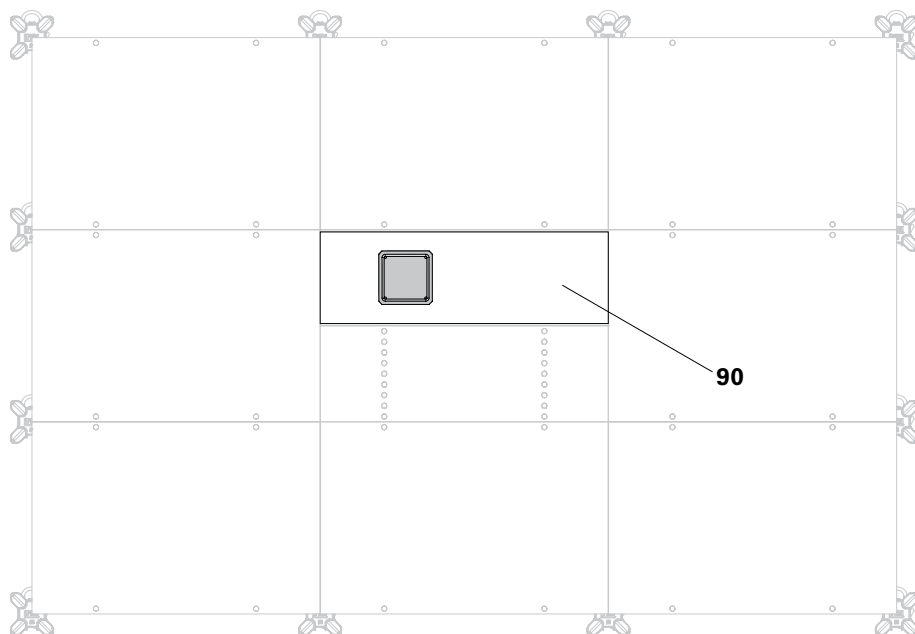

Fig. D3.09
10. Chiudere completamente lo spazio restante con un pannello di compensazione 18 mm (90) e inchiodare dall'alto al travetto squadretto. (Fig. D3.09)